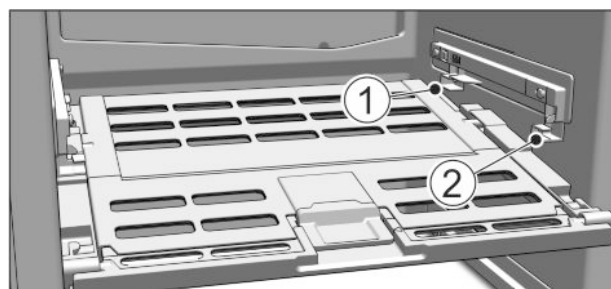

Fig. 17
- ▶ A zöldséges & gyümölcsös rekesz fedelének behelyezése: Alulról vezesse be a fedél bordáit a hátsó tartóba *Fig. 17 (1)*, elöl pedig pattintsa be őket a tartóba *Fig. 17 (2)*.